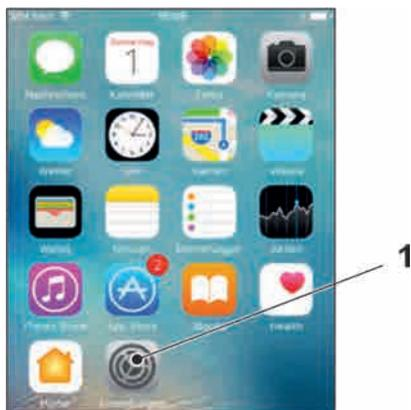

Abb. 30-11 Symbol für Einstellungen
2. Über das Symbol für Einstellungen (Abb. 30-11 Pos. 1) das zugehörige Menü öffnen.